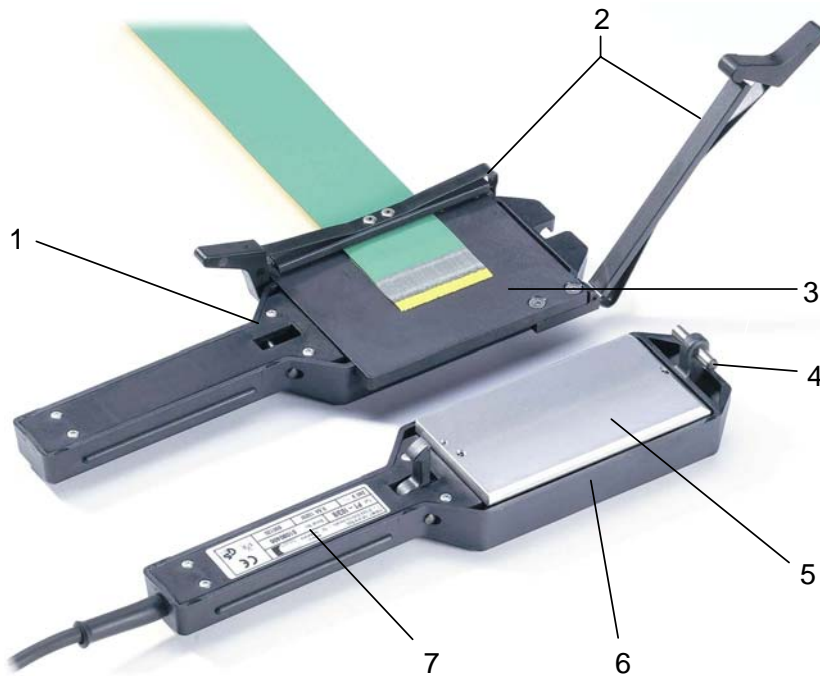

Abbildung 3
- Ein vorbereitetes Band/Riemen einlegen, genau zentrieren (ausgeschärfte Fläche nach oben) und mit Klemmfeder (2) arretieren (siehe Abbildung 3).
- Zweites Band/Riemenende passgenau einlegen und mit Klemmfeder (2) arretieren.
- Pressenoberteil (6) mit Scharnier (4) in Pressenunterteil (1) einhaken und zuklappen.
- Heisspressvorrichtung schliessen und Verschlusshefen (9) durch Drücken des oberen Handgriffs (10) einrasten.